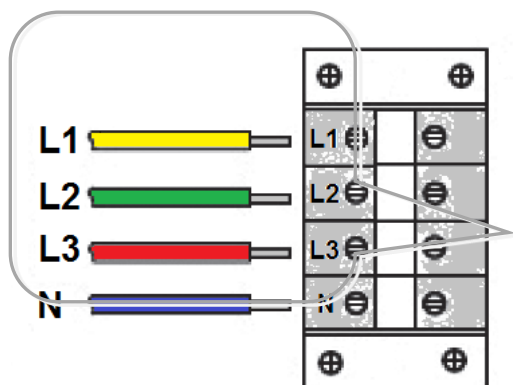

Рис. 12
- Подключите все жилы кабеля к контактным выводам (клеммной колодке) электродкотла (См. Рис. 12)